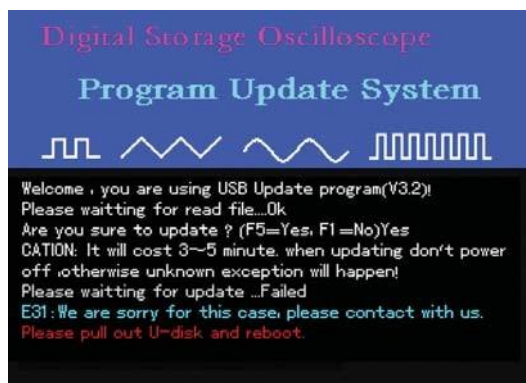

Abbildung 5-16
11. Wenn ein unbekannter Fehler auftritt, während der Benutzer das Programm aktualisiert, erscheint die Aufforderung in Abbildung 5-16: "E31: Es tut uns leid für diesen Fall, bitte kontaktieren Sie uns. Bitte ziehen Sie die U-Disk heraus und starten Sie neu."